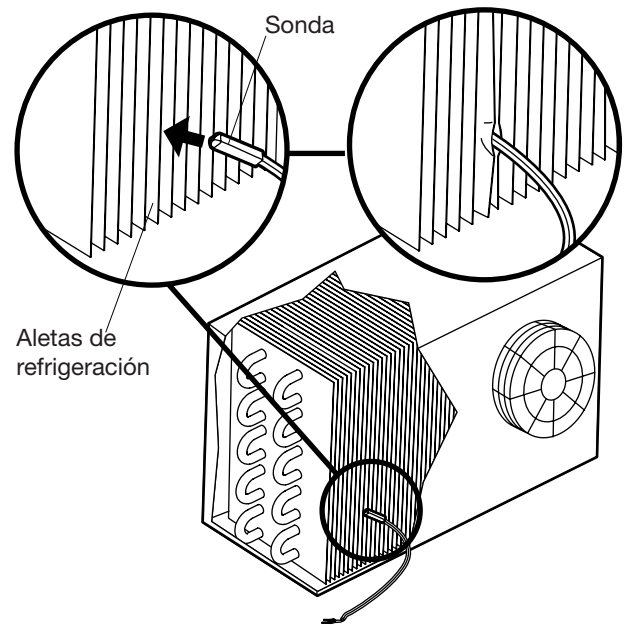

FIG. 8 Insertar la sonda del termistor entre las aletas de refrigeración del evaporador
- Inserte la sonda entre las aletas de refrigeración, tal como se muestra en FIG. 8. Verifique que la sonda haga buen contacto con uno de los tubos del evaporador. Luego, con los alicates de punta fina, doble cuidadosamente las aletas de refrigeración para que queden juntas y sostengan firmemente la sonda en su lugar.